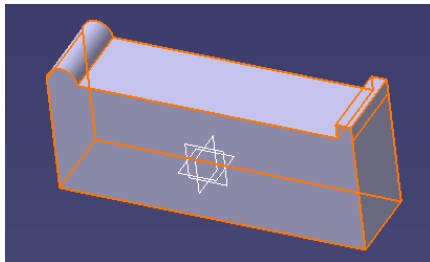

图 3-97
(1) 用 xy plane → Sketcher → Profile 画如图 3-97。用 constraint  设定尺寸后，点击 。